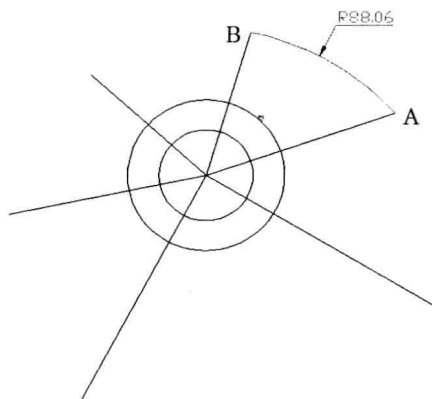

图 3-7-2
(5) 选择菜单命令“绘图/圆弧/起点、端点、半径”,捕捉并单击端点A、B,输入半径“88.06”,绘制圆弧,按Enter键,绘制的圆弧如图3-7-2所示。